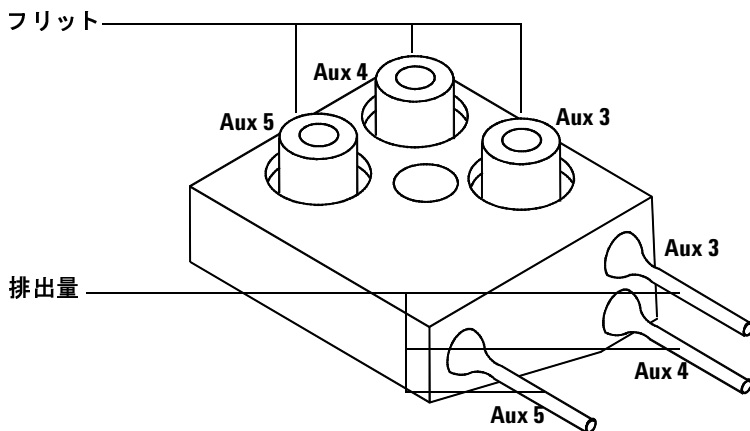

図 14 Aux EPC モジュール排ガスブロック
- 4 空気圧モジュールにブロックを固定しているネジを外します。モジュールからブロックを引いて取り外し、フリットが上になるようにします。図 14 を参照してください。